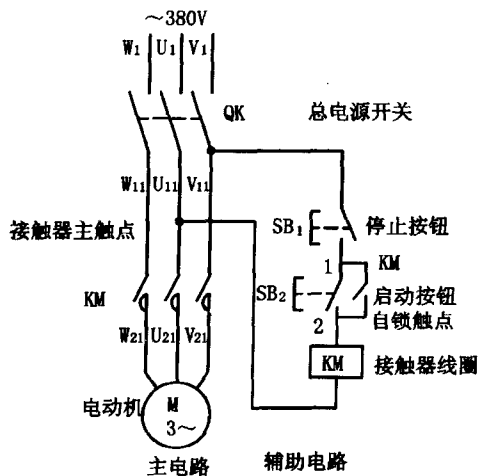
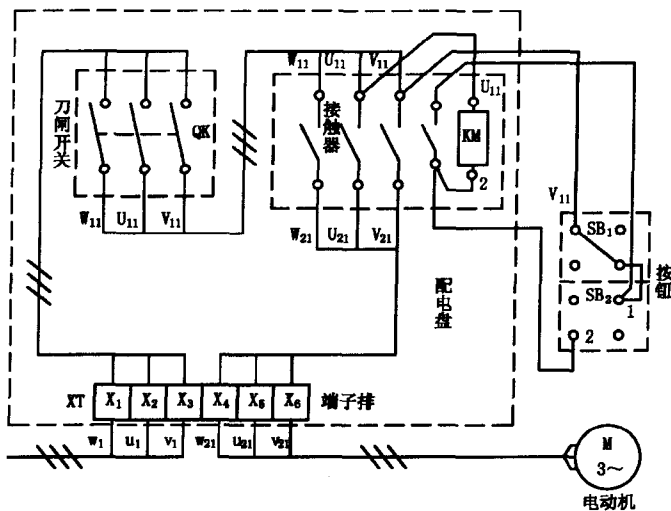
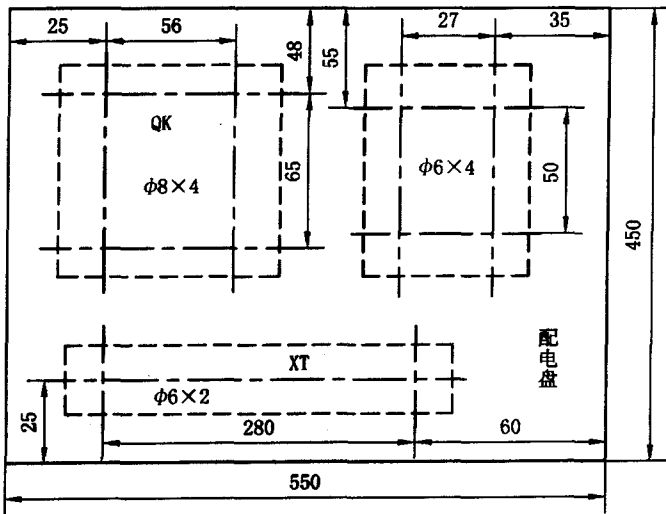
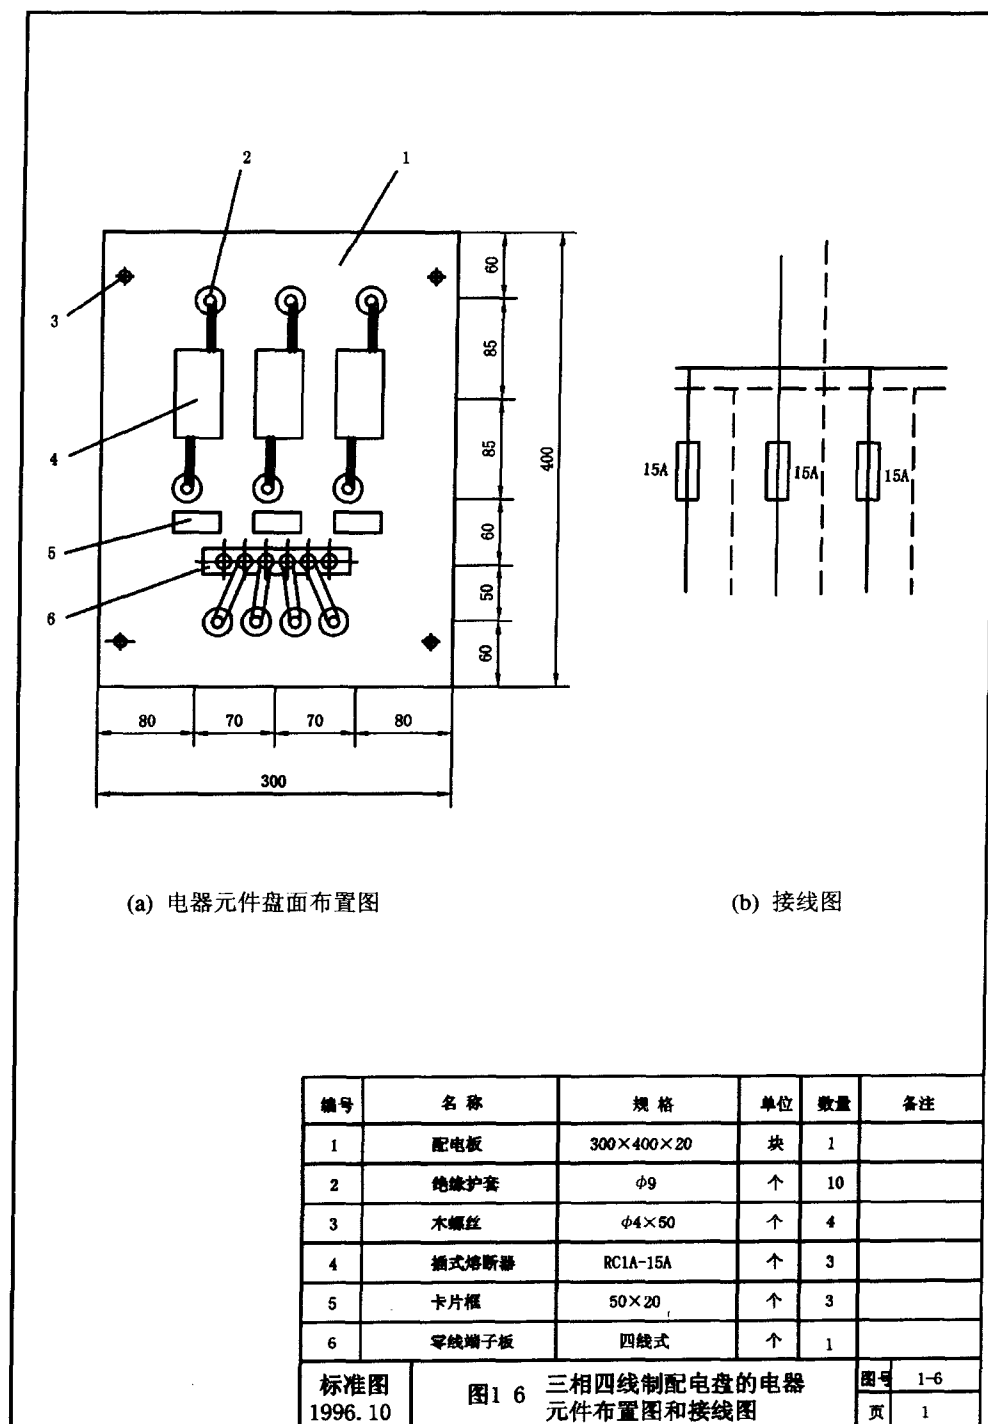

图 1-3 用交流接触器控制三相异步电动机启动与停止电气原理图
图 1-4 用交流接触器控制三相异步电动机启动的接线图
图 1-5 用交流接触器控制三相异步电动机启动的控制元件板面位置图
图 1-6 三相四线制配电盘的控制元件位置图和接线图
这里所列举的用交流接触器控制三相异步电动机启动与停止的电气原理图如图 1-3 所示。
由图 1-3 可见，主电路包括有总电源开关(QK)、接触器(KM)主触点、三相异步电动机(M)；辅助电路包括有停止按钮(SB₁)、启动按钮(SB₂)、交流接触器线圈(KM)、交流接触器的自锁触点(KM)。电路图交流接触器采用了展开绘制的方法。主电路用到接触器的主触点，辅助电路中有接触器线圈和自锁(辅助)触点。
电气原理图中采用展开法绘制的控制元件，同一个元件(如图 1-3 中的接触器线圈、主触点、辅助触点)必须用同一个文字符号(例如 KM)标明。
电气原理图必须表达清楚电气设备和控制元件的动作原理(即电路工作过程)，必须表达清楚控制与被控制的关系。图 1-3 中的总电源开关 QK，是控制主电路和辅助电路的总开关。辅助电路中的 SB₂ 是使接触器线圈得电的开关，而 SB₁ 是使接触器线圈失电的开关，即 SB₂ 和 SB₁ 控制接触器线圈得电与失电；接触器主触点是控制电动机 M 通电与断电的。
电气安装接线图分为控制元件板面位置图和控制元件接线图两种。控制元件板面位置图，应该清楚画出各控制元件在配电板(盘)上明确的位置，各控制元件之间的距离以及固定各控制元件所需的钻孔位置和钻孔尺寸。接线图应该画出各控制元件之间连线和连接线的具体电气原理图的接线图，图 1-3 所对应的接线图如图 1-4 所示，其控制元件板面位置
图(盘面布置图)如图 1-5 所示。其三相四线制配电盘的控制元件位置图和接线图如图 1-6 所示。
通过对图 1-3、图 1-4、图 1-5、图 1-6 四张图的比较,可见电气原理图、电气接线图,控制元件板面位置图有很大区别。下面我们介绍电气接线图和电器元件板面布置图的画法。
通过对图 1-3、图 1-4、图 1-5、图 1-6 四张图的比较,可见电气原理图、电气接线图、控制元件板面位置图都有很大区别。下面将具体介绍电气接线图和电器板面布置图的画法。
- (1) 电气接线图必须保证电气原理图中各电气设备和控制元件动作原理的实现。
- (2) 电气接线图只标明电气设备和控制元件之间的相互连接线路而不标明电气设备和控制元件的动作原理。
- (3) 电气接线图中的控制元件位置要依据它所在实际位置绘制。
- (4) 电气接线图中各电气设备和控制元件要按照国家标准规定的电气图形符号绘制。
- (5) 电气接线图中的各电气设备和控制元件,其具体型号可标在每个控制元件图形旁边,或者如图 1-6 那样,画表格说明。
- (6) 实际电气设备和控制元件结构都很复杂,画接线图时,只画出接线部件的电气图形符号。
- (1) 电器元件板面位置图,就是控制元件在配电板(盘)上的实际位置。
- (2) 准确标明各控制元件之间的尺寸。
- (3) 图中各控制元件严格按照国家有关标准绘制。如图 1-6 所示。
- (4) 对于大型电气设备的安装位置图,只画出机座固定螺栓的位置、尺寸。